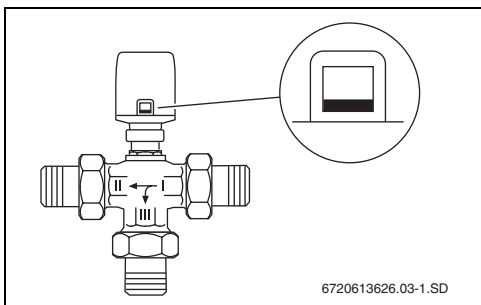

Рис. 8 Указатель подъема в обесточенном состоянии
- Указатель подъема виден только вниз (→ рис. 8).